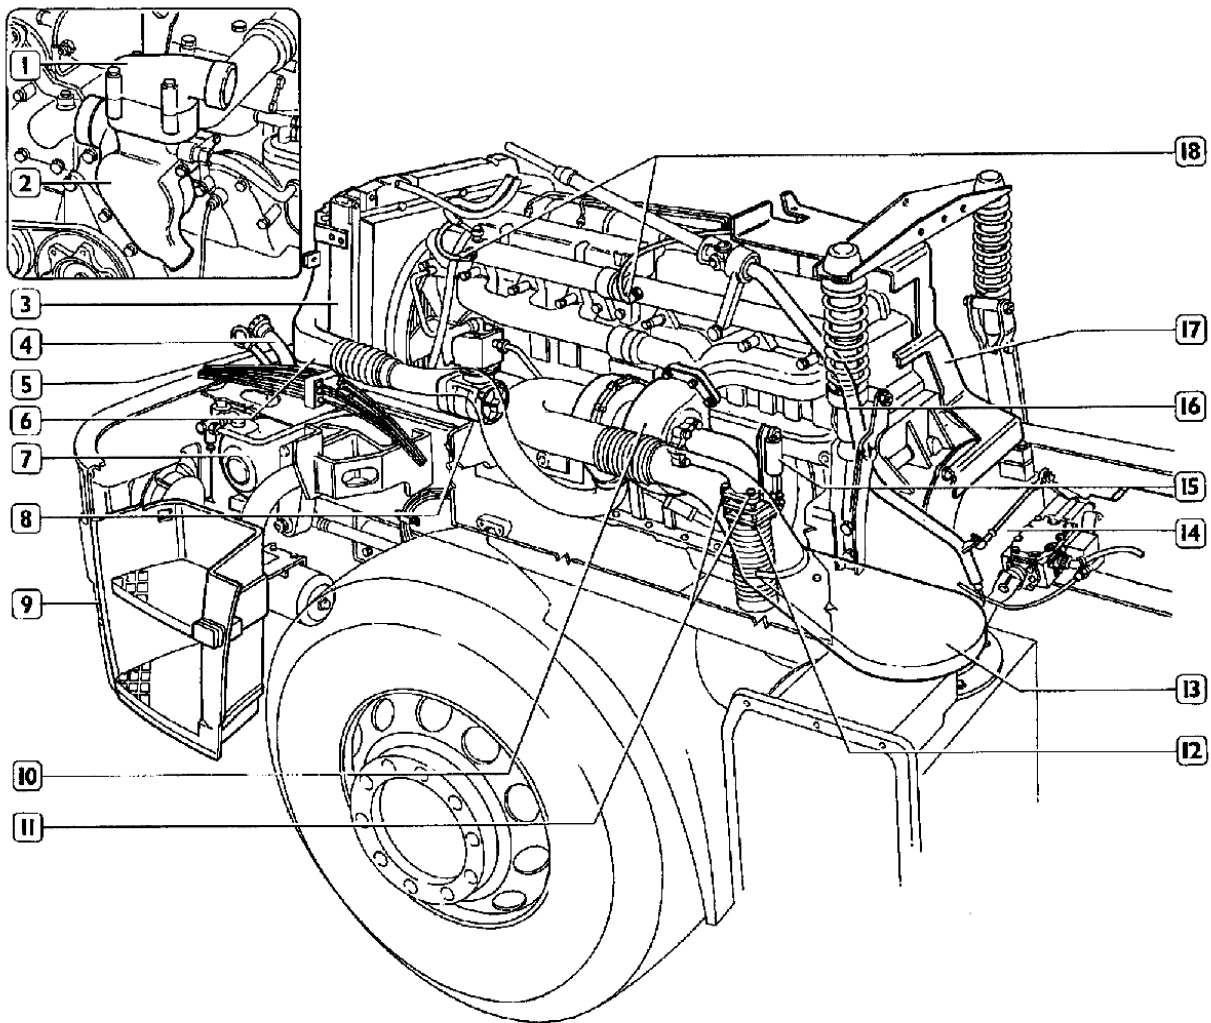

Figura 173
1. Posicionar al motor en el vehículo con auxilio de una linga. Montar los tornillos de fijación de las patas de motor a los soportes delanteros (15) y traseros (6) del chasis.
- Del cilindro de parada del motor de la bomba inyectora (4).
- Del depósito (13) del fluido de dirección hidráulica.
- De los sensores (3).
- Del motor de arranque (5).
- Del alternador (9).
- Del dispositivo térmico de arranque (8).
- Del sensor de temperatura de agua (18, figura 173) y de presión de aceite
- Del botón (7) de arranque manual del motor.
3. Conectar los tubos de combustible y el cable de mando del acelerador y de la bomba inyectora (4).
4. Montar los tubos de aire del intercooler (12) y del colector de admisión.
5. Montar el tubo de aire (11) del radiador (10).
6. Montar los tornillos de fijación inferiores de los amortiguadores (2) a la travesa (1).